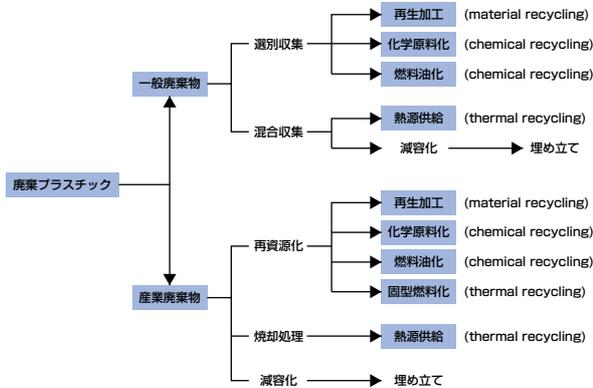

図1.プラスチックのライフサイクル(1991年)
現在行われている廃棄プラスチックの処理体系をまとめたものが図1です。プラスチックのリサイクルは、3本の柱から成り立っており、それらは一般に①マテリアルリサイクル②ケミカルリサイクル③サーマルリサイクルと呼ばれています。
ます(図1参照)。プラスチックの場合、この再生利用はさらに、高純度の廃棄物を回収して再生する単純再生と、種々の樹脂が混合した廃プラスチックを再生する複合再生に分けられます。単純再生の場合は、回収品中に異物が混入することも少なく、そのまま再生ペレットとして市場に供給されます。一方複合再生では、ある程度の選別を行った後、洗浄・乾燥・粉碎し、再生品に要求される物性となるようにバージン樹脂や色々な配合剤を添加します。これを押出機や射出成形機などで成形し、工専用や標識用の坑材、公園のベンチやフェンス、プリンター、あるいは地下ケーブル用保護材、マンホールの蓋など、各種の建造資材の代替品として利用しています。